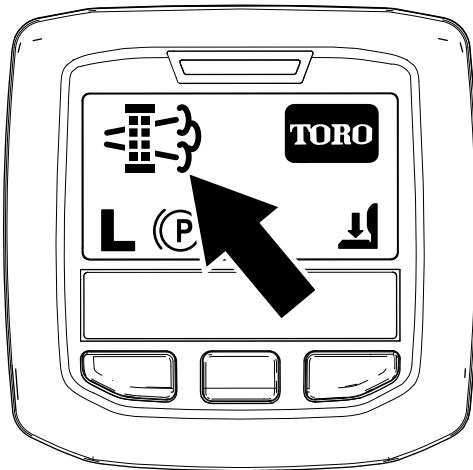

Bild 51
- Wenn der Motorcomputer eine geparkte Regenerierung oder eine Wiederherstellung-Regenerierung anfordert, wird das Symbol für die Anforderung einer Regenerierung (Bild 51) im InfoCenter angezeigt.